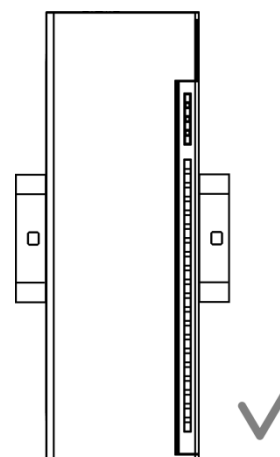

Figure 4.1 – Верный монтаж
2. Закрепить прибор на DIN-рейке или на вертикальной поверхности с помощью винтов (см. рисунок 4.1).